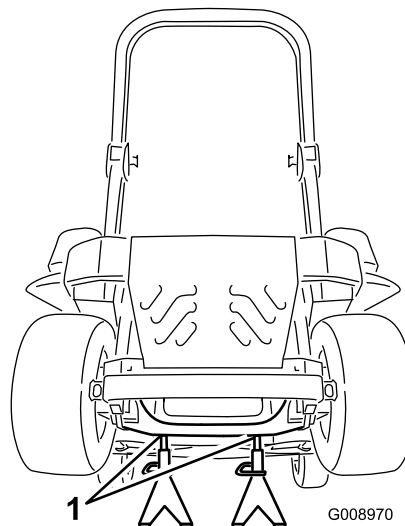

Figura 93
3. Eleve a máquina e apoie-a (Figura 93).
9. Retire os macacos e baixe a máquina (Figura 93).